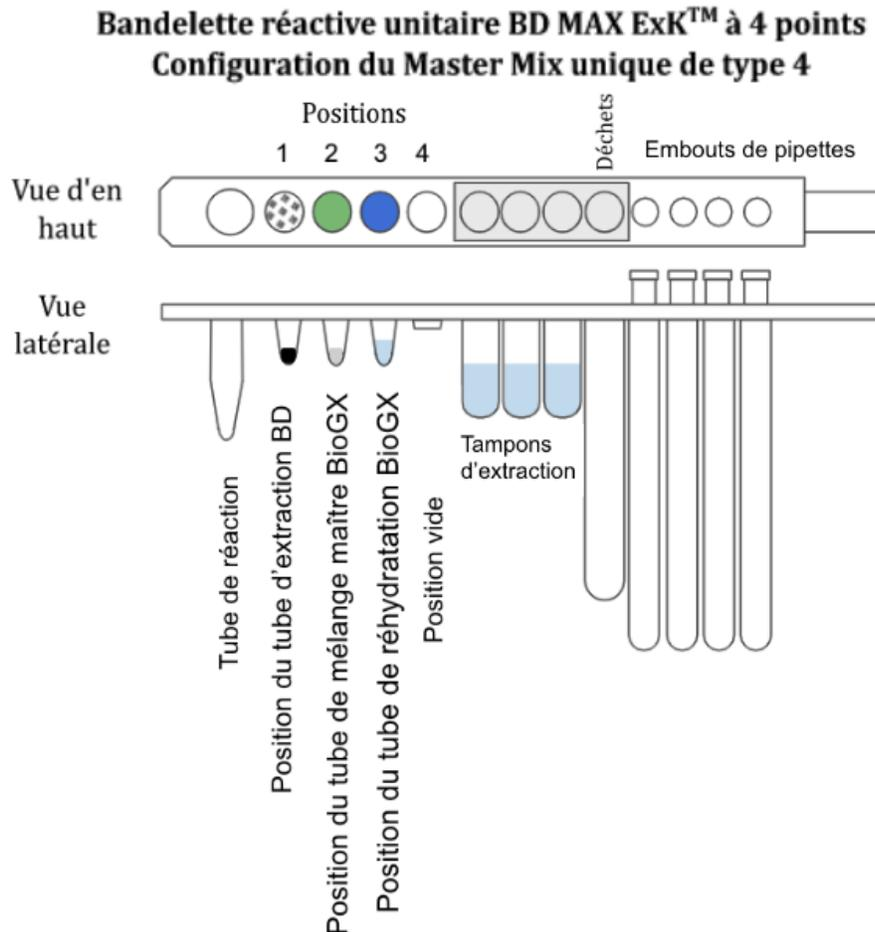

Figure 1 – Schéma des bandelettes réactives unitaires BD MAX™ ExK™ à 4 points
4. Placez un tube d'extraction BD MAX™ ExK™ DNA-1 à la position 1 (point 1) de chaque bandelette réactive unitaire. (Figure 1)